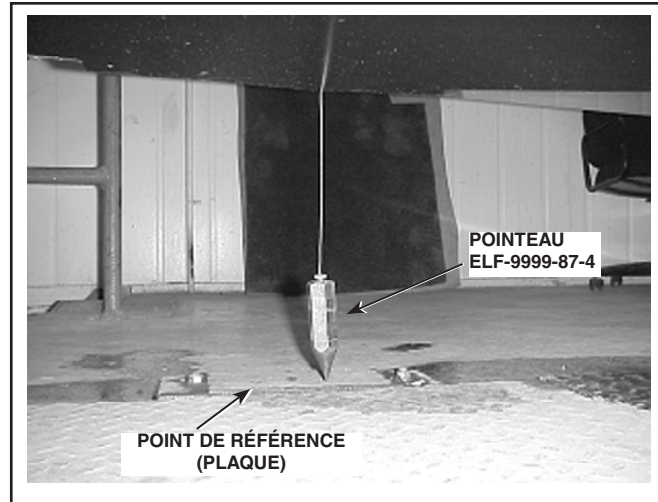

Figure 12 - Pointeau et point de référence
8. Installer un pointeau sur le seuil de porte avant, vis-à-vis un point de référence au sol. Voir Figures 12.